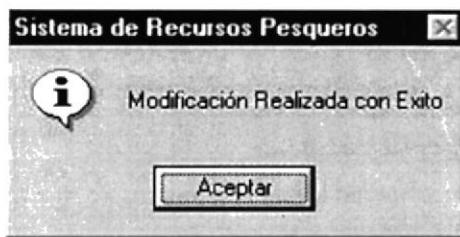

Figura 9.71 Mensaje de Modificación
4. Si se ha realizado una modificación se mostrará la siguiente pantalla (ver figura 9.71).